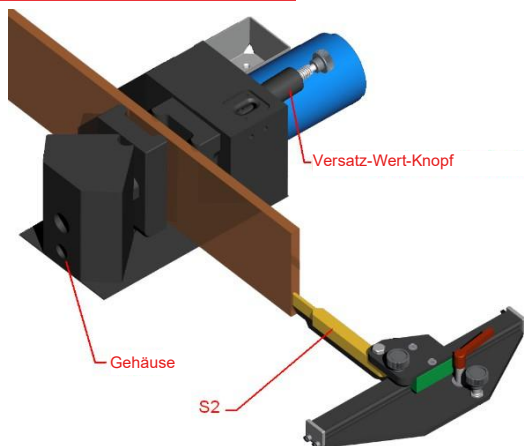
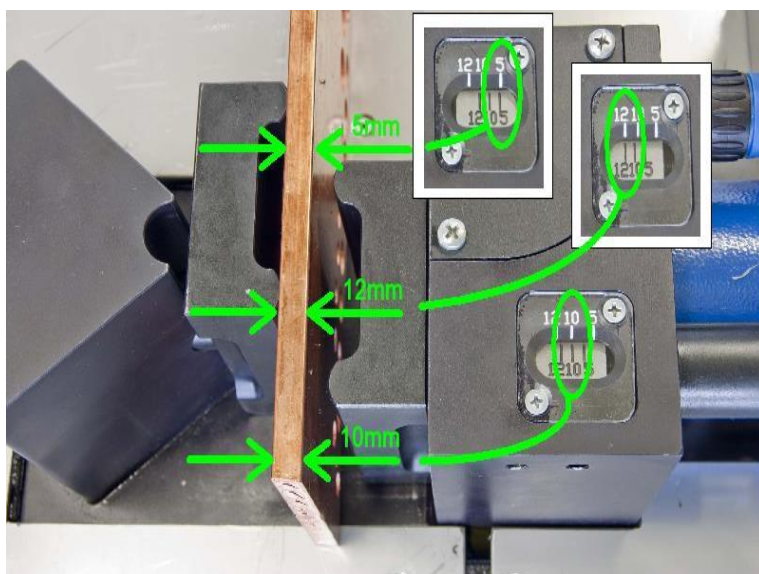

Abb. 64
Abb. 65
- Stellen Sie den Wert für den Schienenversatz mit dem Drehknopf ein (Abb. 64). Die gewählten Werte sind in einem Fenster im Korpus zu sehen (die Balken, die der Dicke der Schiene entsprechen, sollten übereinstimmen - Abb. 65)